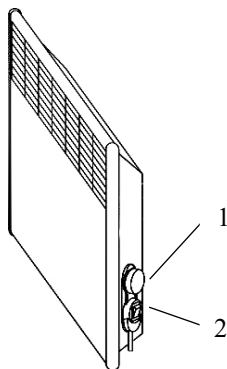
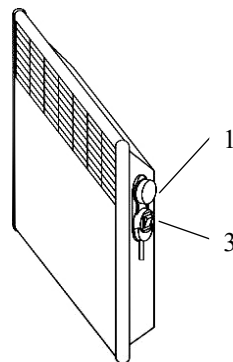

Рис. 5 Розміщення органів керування конвекторів IP20
Рис. 6 Розміщення органів керування конвекторів IP24
4.8 Переведіть клавішу вимикача (клавіші ступінчастого регулятора потужності) у відключене положення «0», ручку термостата встановіть в положення «*» (сполучить знак «*» на ручці з міткою на корпусі конвектора або блоку керування). Конвектор готовий до роботи (розташування органів керування конвектором наведено на рис. 5, 6).
Включати й експлуатувати конвектор дозволяється тільки в положенні, вказаному на рис.5, рис.6 (повітрязабірною решіткою вниз). При першому включенні конвектора можливий запах від випаровування консерваційних матеріалів. Рекомендується провітрити приміщення.